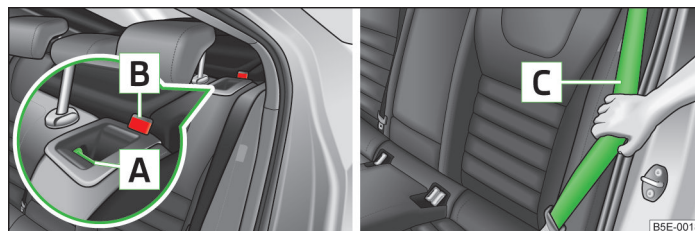

Fig. 50 Spătarul de scaun: deblocarea/blocarea
► Apăsați butonul de siguranță **A** » fig. 50 și rabatați la maxim spre înainte spătarul scaunului.
► Mențineți centura de siguranță laterală **C** » fig. 50 la capitonajul lateral.